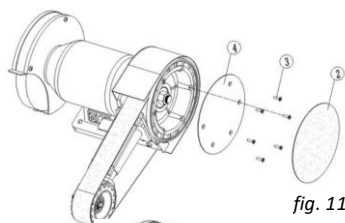

fig. 11
1. Installez le disque abrasif (n° 4) et serrez les vis (n° 3) (fig. 11).
2. Collez et lissez le papier abrasif (n° 2) uniformément sur le disque (fig. 11).